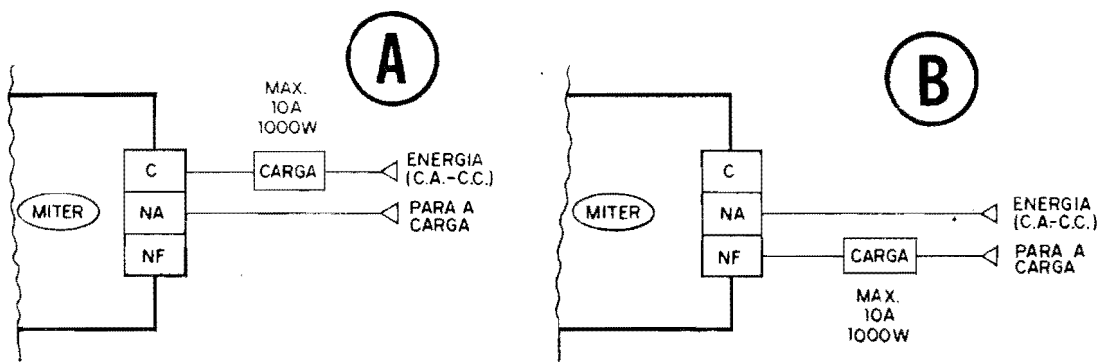

Fig.7
- FIG. 7 - EXEMPLOS E MAIS DETALHES DO "COMPORTAMENTO" DO MITER, EM SUAS VÁRIAS OPÇÕES... - Além das possibilidades de Temporização direta e reversa, em vários parâmetros (já explicado), as próprias características de "reversibilidade" dos terminais finais
Pode parecer um pouco confuso, à primeira leitura (texto referente à FIG. 7), porém basta um pouco de atenção e raciocínio, uma análise cuidadosa no diagrama do circuito (FIG. 1) e nas configurações possíveis (FIG. 2), além do suficiente conhecimento de como atuam os contatos reversíveis de um relê, para compreender em profundidade os "comportamentos" relacionados...!